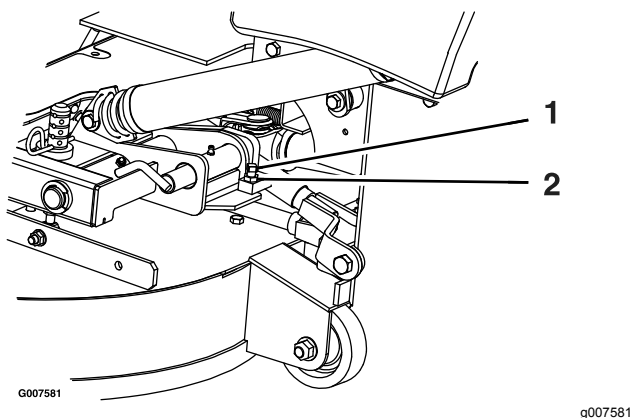

Figura 82
2. Desaperte a porca de retenção e rode o parafuso limitador no sentido dos ponteiros do relógio até que o pino de bloqueio fique apertado e não possa ser rodado à mão (Figura 82).